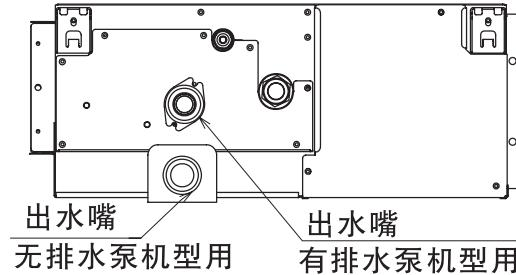

图 9-1
- (1) 排水管的连接位置见图9-1、9-2。
- (2) 准备外径为32mm的聚氯乙烯管。
- (3) 用粘合剂和工厂提供的管箍③固定聚氯乙烯管到排水管⑦上，聚氯乙烯排水管向下倾斜度为1/25~1/100。
- (4) 接好排水管后需裹保温材料⑧。
- (1) 排水管的连接位置见图 9-1、9-3。
- (3) 用粘合剂和工厂提供的管箍③固定聚氯乙烯管到排水管接头上, 聚氯乙烯排水管向下倾斜度为 1/25~1/100。
- (5) 如需追加外接排水泵, 请与日立公司联系, 使用本公司指定的型号。